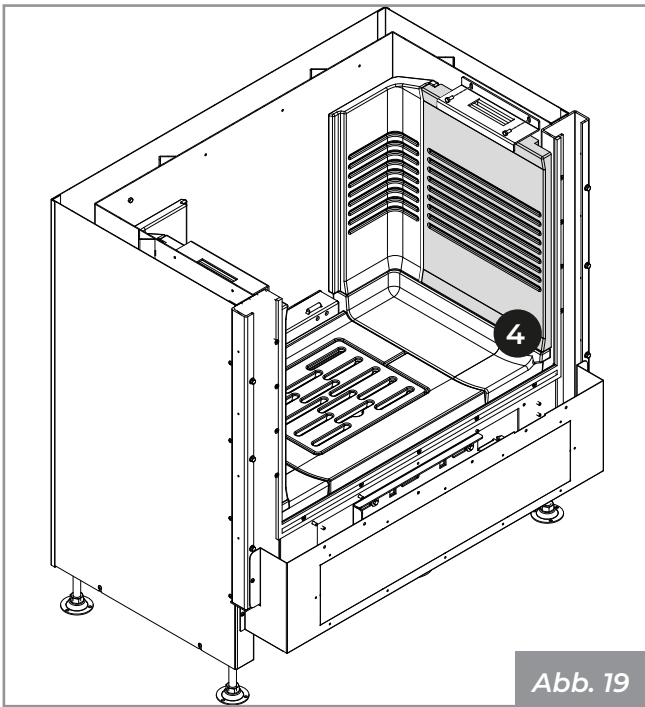

Abb. 19
- 4) Gehen Sie auf der gegenüberliegenden Seite genauso vor.(Abb. 18) (Abb. 19)